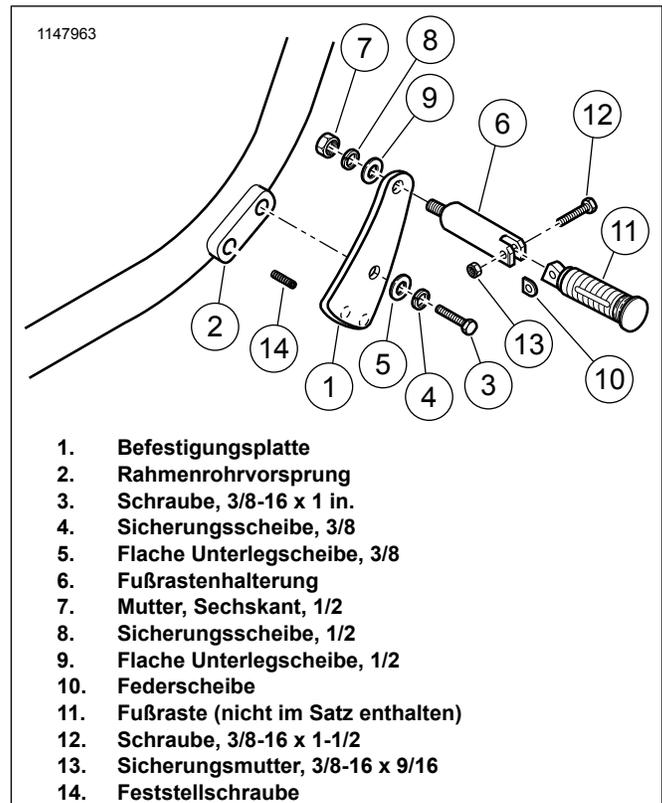

Abbildung 1. Einbau der Fußraste und des Fußrasten-Befestigungssatzes (rechte Fahrzeugseite)
1. Siehe Abbildung 1 >. Die Feststellschraube (14) in das untere Loch am Rahmenrohrvorsprung (2) einbauen, sodass noch 5 mm (0,2 Zoll) (oder drei Gewindegänge) freiliegen.
2. Die Highway-Fußrasten-Befestigungsplatte (1) positionieren. Für eine tiefere Fußrastenposition das untere verborgene Loch in der Befestigungsplatte über der Feststellschraube platzieren. Für eine höher Fußrastenposition das obere verborgene Loch in der Befestigungsplatte über der Feststellschraube platzieren. Die Befestigungsplatte mit der 1-Zoll-Schraube (3), der Sicherungsscheibe (4) und der flachen Unterlegscheibe (5) aus dem Satz am Rahmenrohrvorsprung einbauen. Festziehen.